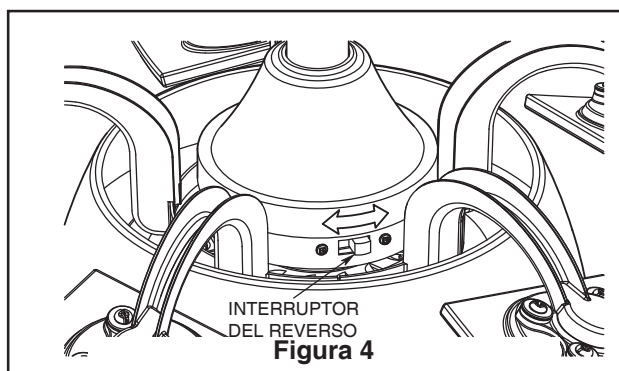

Figura 4
3. **PROCESO DEL MODO APRENDIZAJE:** (Figura 4)
4. Fije los soportes de aspas al soporte del motor mediante los tornillos de 1/4-20 x 14 mm a través de los orificios ubicados al costado del soporte del motor. (Figura 4)
4. Si se desea que el flujo del aire vaya en la dirección opuesta, apague el ventilador y espere a que se detengan las palas. Deslice la carcasa de la cubierta para visualizar el interruptor del reverso. Deslice el interruptor del reverso ubicado en la parte superior del motor hacia la posición opuesta y encienda de nuevo el ventilador. (Figura 4)